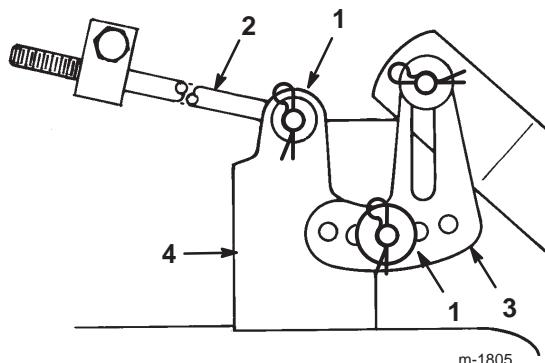

Bild 48
10. Entfernen Sie den Splint und die Scheibe von der Nivellierhalterung (Bild 48).
11. Setzen Sie die Nivellierhalterung in ein anderes Loch ein und montieren Sie die Scheibe und den Splint (Bild 48).